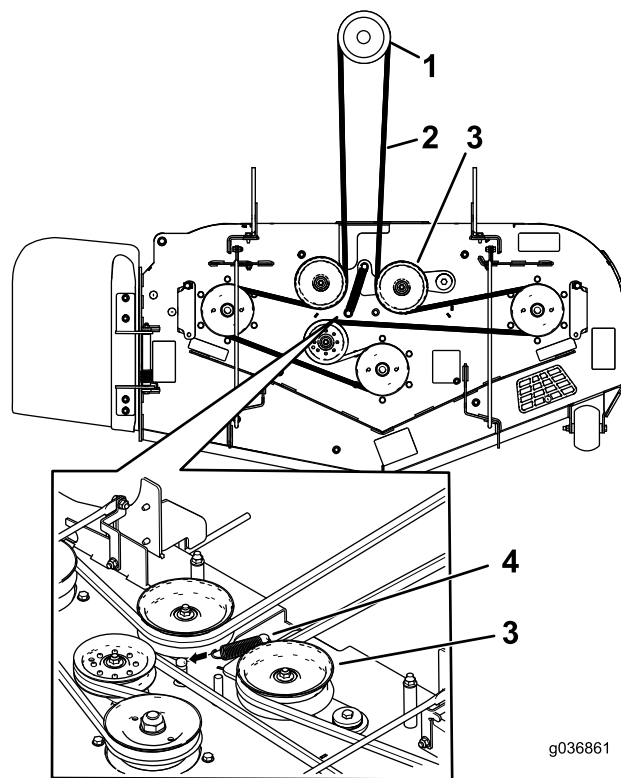
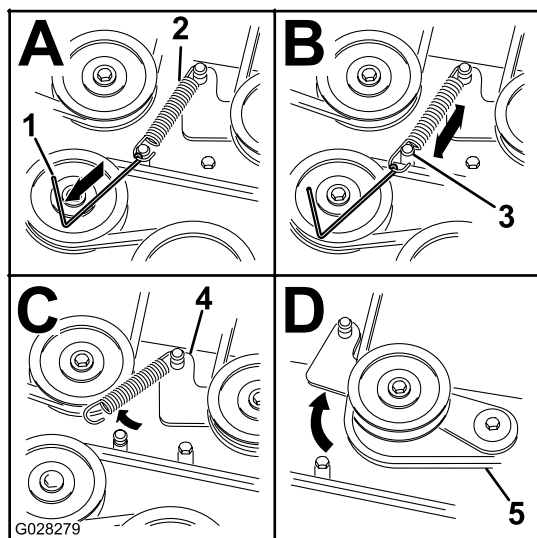
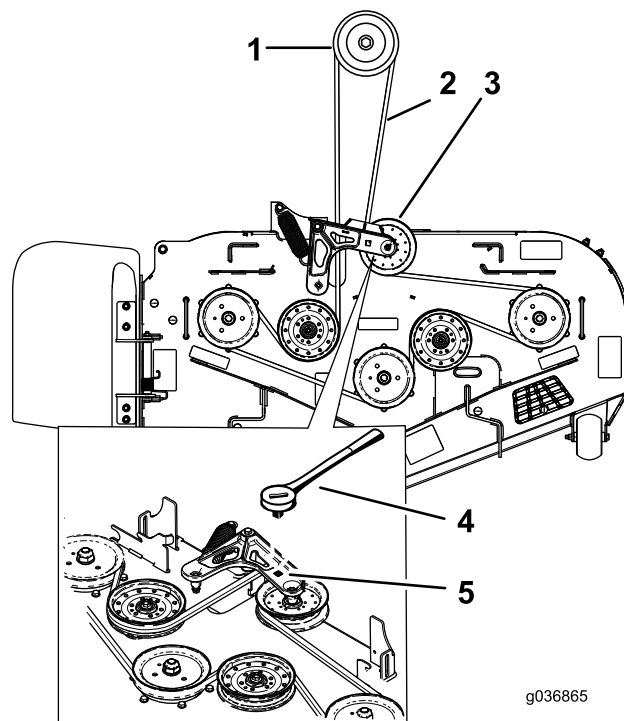

Figure 92
Figure 93
Figure 94
5. Détachez le ressort de la poulie de tension à ressort. Voir Figure 93 ou Figure 94.
Remarque: Pour les tabliers de coupe des tondeuses séries 1500 et 2000, utilisez l'outil de dépose du ressort (réf. Toro 92-5771) pour décrocher l'ergot du tablier de coupe (Figure 93).
Remarque: Pour les tabliers de coupe des tondeuses série 2500, insérez un rochet dans le trou carré du bras de tension pour détendre le ressort de la poulie de tension (Figure 94).
7. Acheminez la courroie neuve autour des poulies du tablier de coupe et de la poulie d'embrayage, sous le moteur (Figure 92 ou Figure 94).
8. Montez le ressort de la poulie de tension (Figure 92 ou Figure 94).